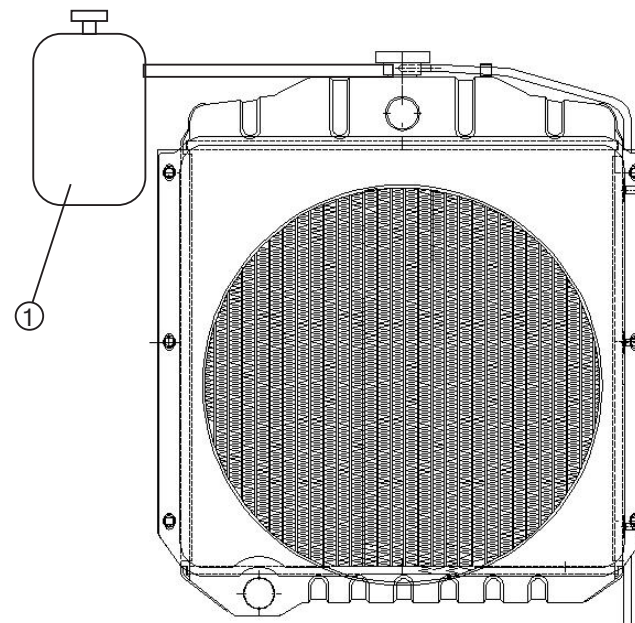

Fig. 5-10
Ekspanzijska posuda rashladne tečnosti ① Fig. 5-10